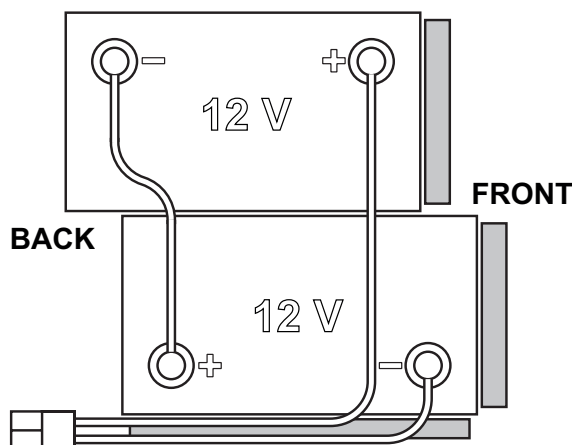

Figura 1
La máquina necesita de 2 baterías de 12 V, conectadas según el esquema que se indica en la Figura 1.
1. Quitar la llave operador (41).
2. Desconectar el conector de las baterías (9).
3. Levantar la tapa (34) y controlar que el depósito del agua de recuperación (33) esté vacío, si no vaciarlo mediante el tubo de descarga (12).
4. Cerrar la tapa (34).
5. Empuñar la manilla (16) y levantar el depósito (33) con cuidado.
7. Colocar e instalar los cables de las baterías como se indica en el esquema de la Figura 1, luego apretar con atención el dado sobre cada borne de las baterías.
8. Conectar el conector de las baterías (9).
9. Empuñar la manilla (16) y bajar el depósito (33) con cuidado.